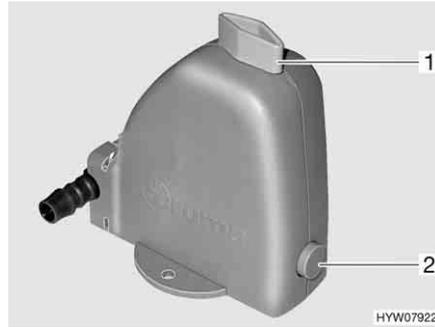

Fig. 205 Válvula de seguridad/purga de la caldera
La caldera está equipada con una válvula de seguridad/purga (Fig. 205). La válvula de seguridad/purga evita que el agua de la caldera se congele cuando no esté conectada la calefacción en caso de helada.
- Cerrar la válvula de seguridad/purga. Para ello, girar el botón giratorio (Fig. 205,1) a la posición transversal en referencia a la válvula de seguridad/purga y hundir el pulsador (Fig. 205,2).
- Abrir la válvula de seguridad/purga. Para ello, girar el botón giratorio (Fig. 205,1) a la posición longitudinal en referencia a la válvula de seguridad/purga. El botón de presión (Fig. 205,2) salta hacia fuera. La caldera se vacía hacia fuera a través de la válvula de seguridad/purga.